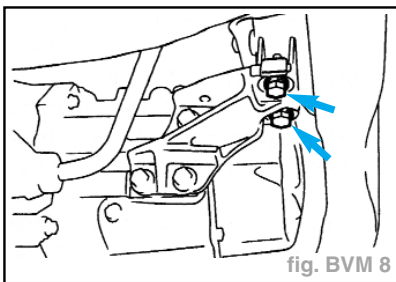

fig. BVM 8
- Déposer les 2 écrous et le boulon de fixation du silentbloc de support de moteur arrière de la traverse de suspension (fig. BVM 8).